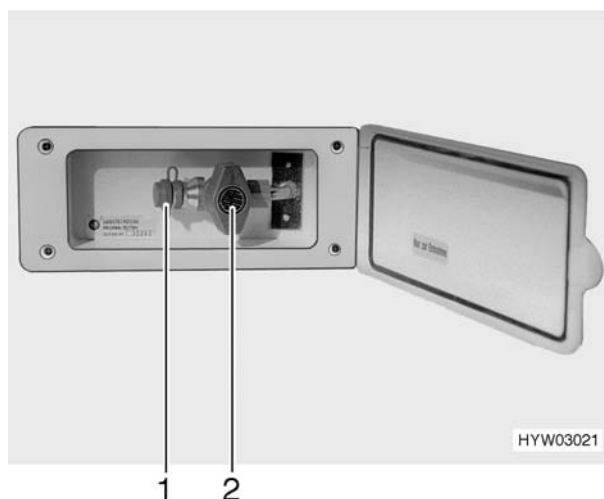

Fig. 111 Presa gas esterna, rubinetto chiuso
- ▶ Quando l'attacco esterno per il gas non viene utilizzato, chiudere sempre il rubinetto (Fig. 111,2).
- ▶ Accertarsi che dopo aver collegato l'impianto a gas e aver aperto il rubinetto non fuoriesca del gas dalla presa esterna (Fig. 111,1). Se l'attacco gas esterno perde, il gas si disperde nell'atmosfera. Chiudere immediatamente il rubinetto e la valvola principale della bombola del gas. Fare controllare la presa esterna del gas da un'officina autorizzata.
L'attacco gas esterno si trova (Fig. 111) sul lato anteriore destro vicino al vano portabombole.